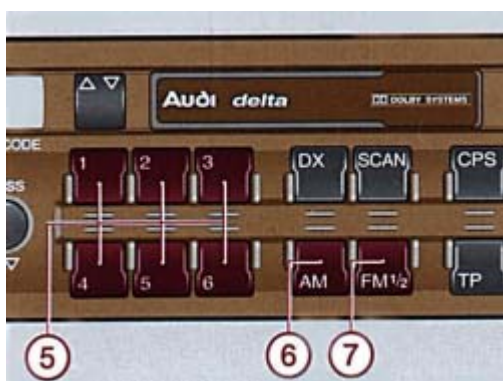

Рис. 1–65. Расположение кнопок фиксированных настроек станций радиоприемника и выбора компакт-диска (5), включения AM (6) или FM (7) диапазонов
Кнопки фиксированных настроек станций радиоприемника (рис. 1–65) и выбор компакт-диска (CD).